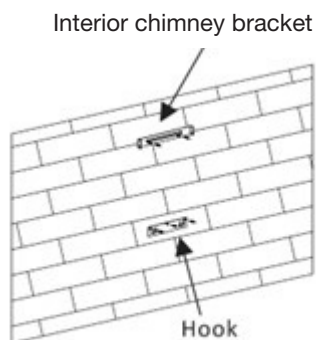

Fig.2
2. När installationshöjden har bestämts, montera fästet och det interna skorstensfästet på en lämplig plats och håll den i en rak linje. Använd skruvar för att fästa till väggen (se bild 2).